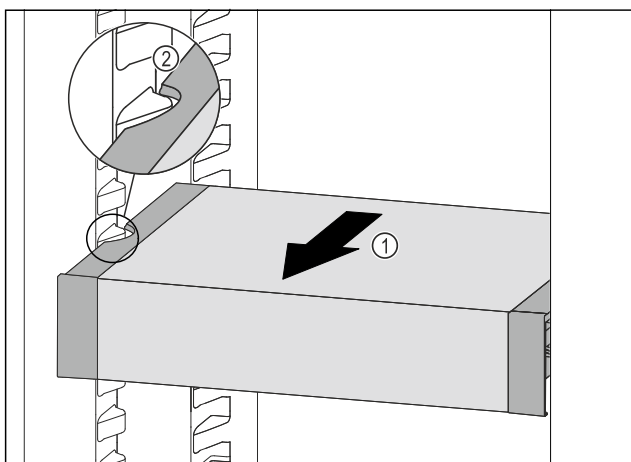

Fig. 148
- Træk VarioSafe fremefter Fig. 148 (1), indtil udsparringerne i siden på VarioSafe er på niveau med beholderribben i kølesektionen. Fig. 148 (2)